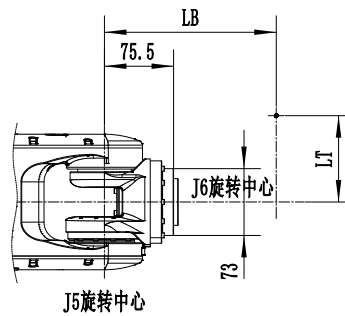

图6.1 极限安装尺寸
2、当负载的体积比较小时，极限安装尺寸（LB、LT）如图 6.1 “极限安装尺寸”所示。